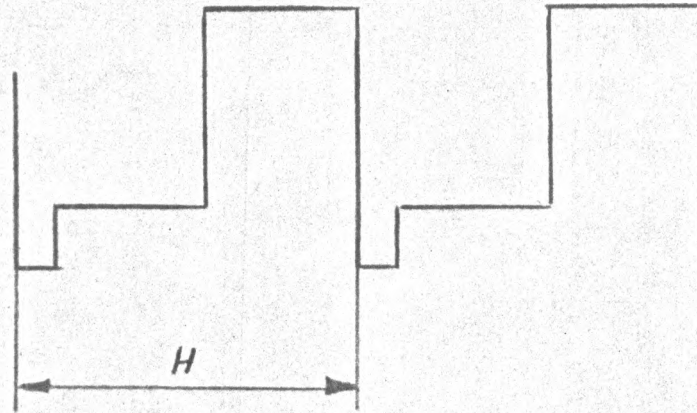

РИС. 7.15
7.6.10.2. ПОДКЛЮЧИТЕ ОСЦИЛЛОГРАФ С1-81 К К.Т. АЗ-Х1 И ПРОКОНТРОЛИРУЙТЕ НАЛИЧИЕ СИГНАЛА (РИС.7.15).